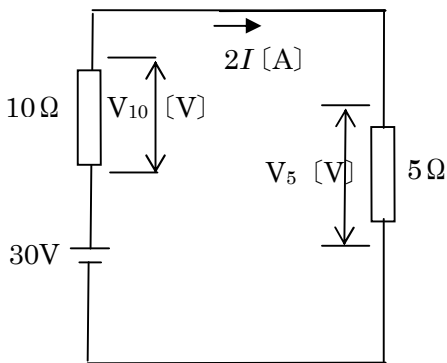

図 19-2-1
- ② 図 a の抵抗値の接続状態を下図図 19-2-1 に変形できる。この図の抵抗値の大小関係を利用するとそれぞれの抵抗に加わる電圧は、元の電圧 30 [V] が、抵抗の大きさに比例按分される。